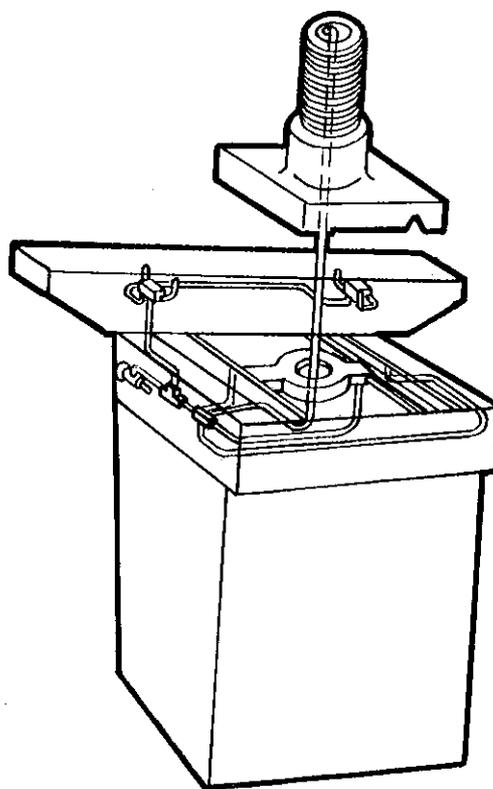

Fig. 3
**LUBRICACION AUTOMATICA.**— Un mando centralizado y situado en la parte anterior derecha de la máquina, permite efectuar un engrase automático, en los órganos de difícil acceso. Su dosificación ha sido estudiada, para que con dos tirones diarios del émbolo de mando, garanticen un volumen adecuado de lubricante para el deslizamiento de la mesa, el husillo de avance transversal, y el mecanismo de elevación del cabezal portamuelas. Véase fig. 3.